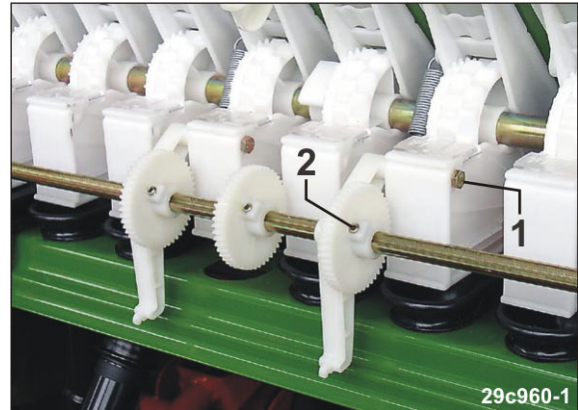

Рис. 226
4. Выкрутите винты (Рис. 226/1).
5. Ослабьте винты с внутренним шестигранником (Рис. 226/2).